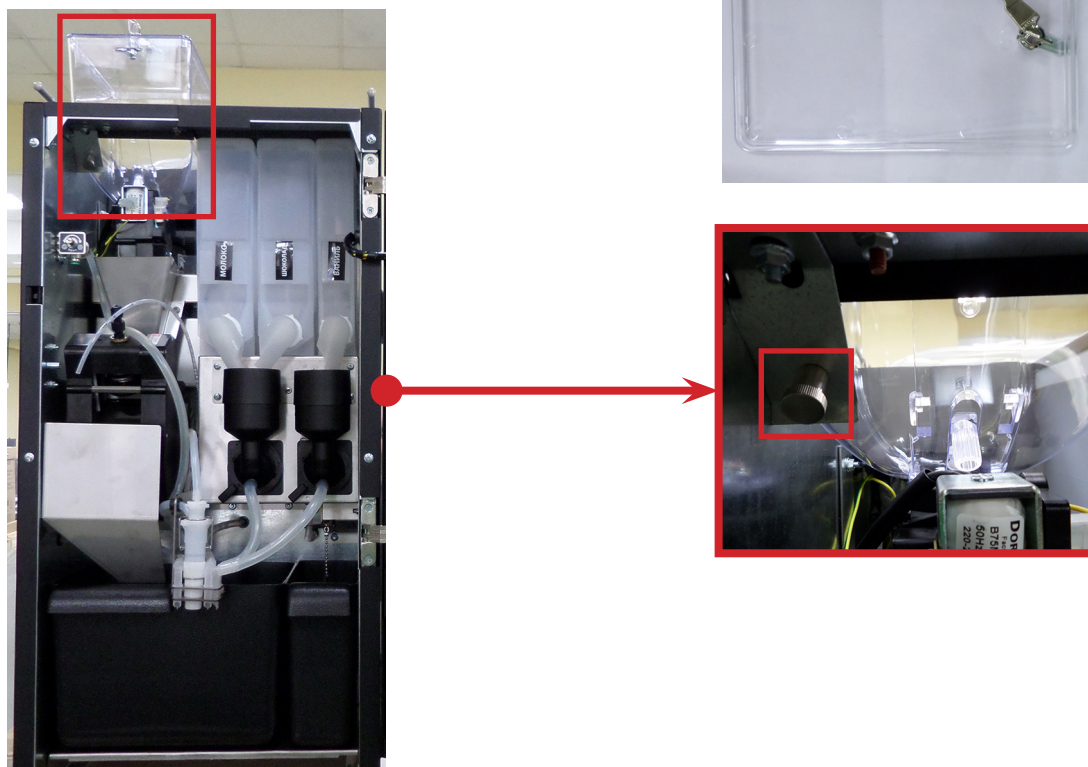

Рисунок 33
3. Потяните на себя прижим контейнера, расположенный в левом верхнем углу автомата и, не отпуская прижим, извлеките контейнер (см.рис.33).